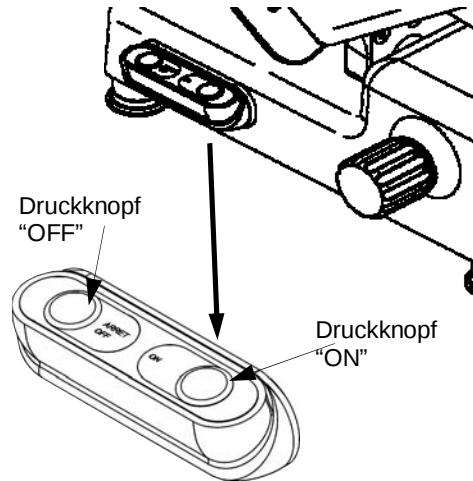

Abb. 22
- Einschaltdruckknopf "ON" und Ausschaltknopf "OFF" (ARRET) Abb. 22 drücken;